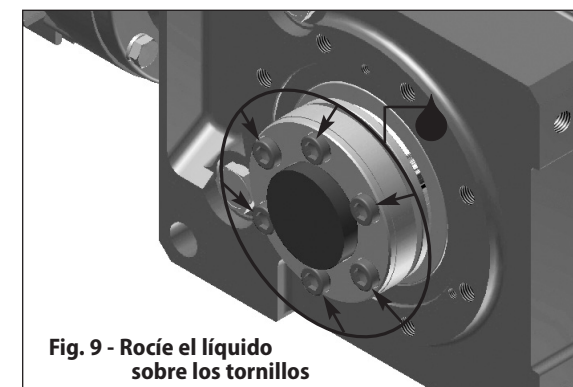

Fig. 9 - Rocíe el líquido sobre los tornillos
Paso 4: Rocíe un líquido penetrante (Ej.: WD-40 o similar) sobre cada uno de los tornillos de cabeza del buje Taper-Grip® para destrabarlos (aflojarlos). Deje reposar un tiempo para permitir que el líquido se asiente en las roscas de los tornillos. (vea la Fig. 9).